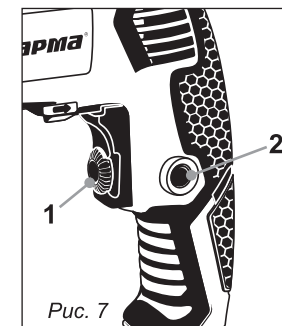

Рис. 7
**5.5. Кнопка фиксации выключателя (рис. 7)**